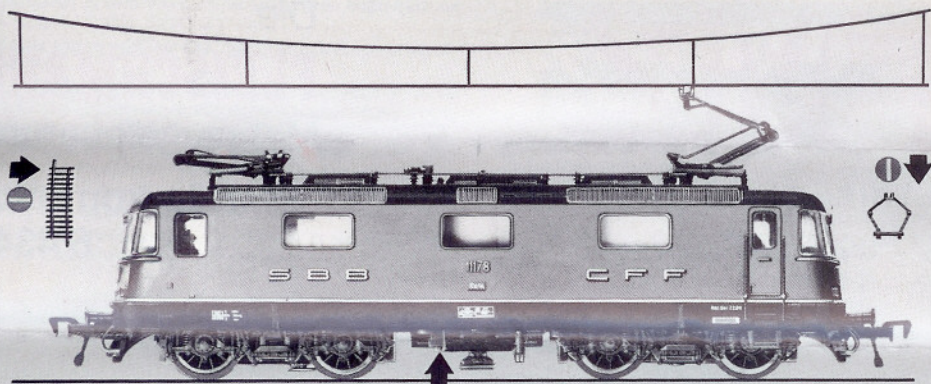
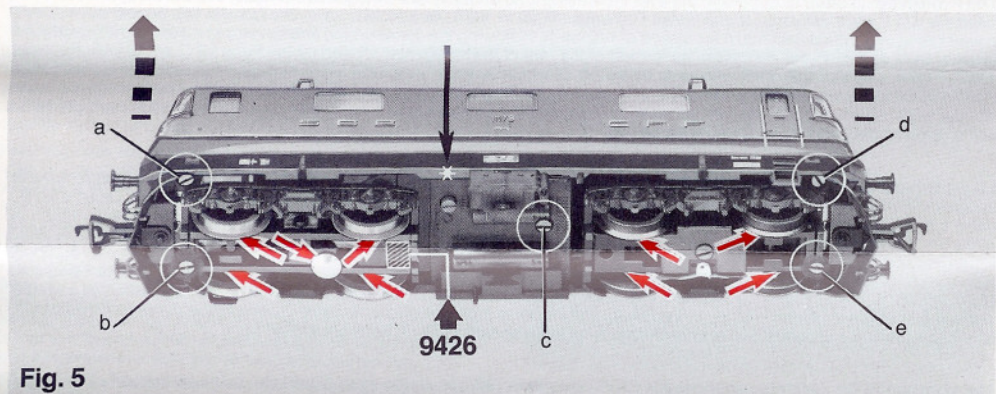

Fig. 2
Fig. 5
Stromzuführung über Gleis: Schlitz des Schalters längs zur Fahrtrichtung stellen (Fig. 2 und 3).
Stromzuführung über Oberleitung: Schlitz des Schalters quer zur Fahrtrichtung stellen (Fig. 2 und 4).
An der markierten Stelle kann der **Schaltmagnet 9426** eingebaut werden (Fig. 5).
* Dieser Stern bezeichnet nach Norm NEM 621 die Masseführende „gemeinsame Seite“ der Lok (Fig. 5).
Öffnen: Ein Öffnen der Lok ist nur zum Lampenwechsel, Schleifkohlenwechsel und Ölen der Motor- und Getriebelager erforderlich (Fig. 5).
Ölen: Geölt werden Motor und Getriebe nur an den gekennzeichneten Lagerstellen (Fig. 5, 6, 7).
Current pick-up from the track: The slot on the switch should be set parallel to the direction of travel (fig. 2 and 3).
Current pick-up from the catenary: The slot on the switch should be set at 90° to the direction of travel (fig. 2 and 4). The indicated point can be used for locating the **switching magnet 9426** (fig. 5).
* This star indicates the „common side“ of the loco conforming to the standard **NEM 621** (fig. 5).
To open: One only needs to open the locomotive, to replace bulbs, to replace carbon brushes, to oil the motor and gear-box axles (fig. 5). Remove the screws **a, b, c, and e**. Carefully lift the body upwards.
Lubrication: The motor and gear-box need only be lightly oiled at the bearing points marked (fig. 5, 6, 7). Use only **FLEISCHMANN-oil 6599** or a light sewingmachine oil. Never use cooking oil! Use only one drop of oil for each oiling point (→) otherwise you may flood.
L'aimant permanent **9426** peut être monté à l'endroit indiqué (fig. 5).
* Cette étoile désigne, d'après la norme **NEM 621**, le "côté commun" de la version la plus courante de la loco (fig. 5).
Le démontage: Le démontage de la locomotive est uniquement aux nécessaires pour le remplacement des ampoules des balais ainsi que pour le graissage du moteur et des engranges (fig. 5).
Graissage: Le moteur et les engrenages doivent être huilés uniquement aux endroits indiqués (fig. 5, 6, 7). Utiliser de l'huile **FLEISCHMANN 6599** ou de l'huile pour machines à coudre. Jamais de l'huile alimentaire! Une seule goutte à chaque endroit (→) suffit; un surhuilage provoque un encrassement.